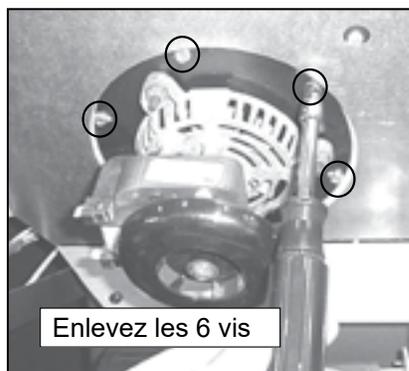

Figure 25.2
- Enlevez 6 vis en utilisant un tournevis à tête plate ou un tournevis à douille de 6 mm (1/4 po). Conservez les vis pour les utiliser sur un ventilateur de remplacement (**Figure 25.2**).